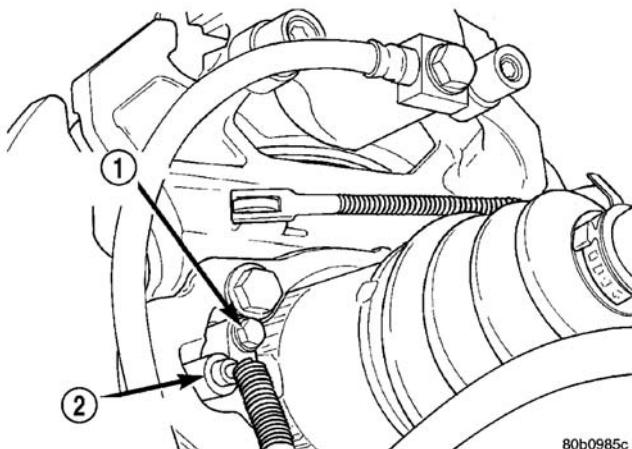

图 19 轮速传感器
(14) 在外等速万向节的短轴上安装锁紧螺母和开口销 (图 19)。